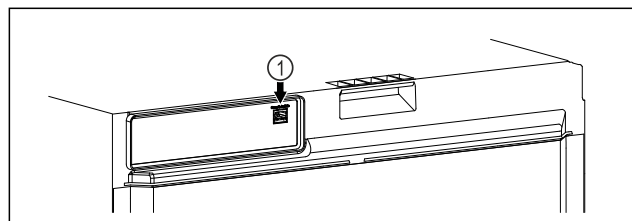

Fig. 103
- ❑ SmartModule Fig. 103 (1) è inserito.